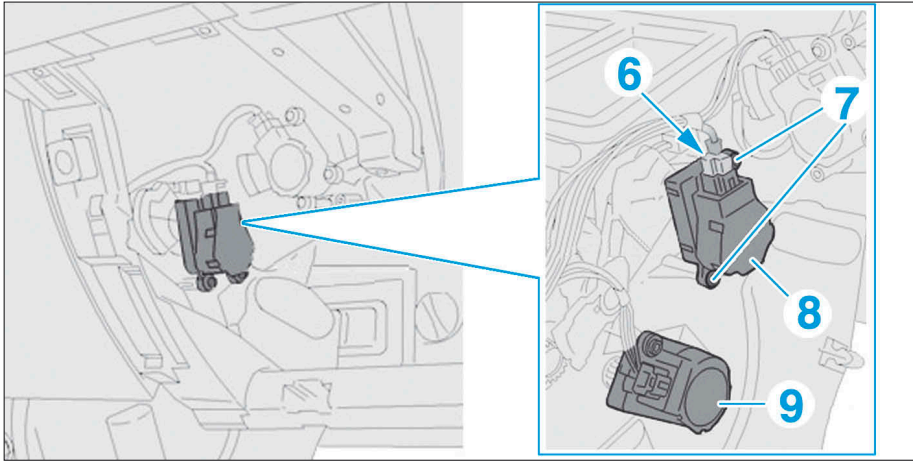

FIG. 36
- Débrancher le connecteur (6) (Fig.36).
- les vis (7),
- le servomoteur de volet de distribution (8).
- Procéder de la même manière pour déposer le servomoteur de volet de mixage (9).